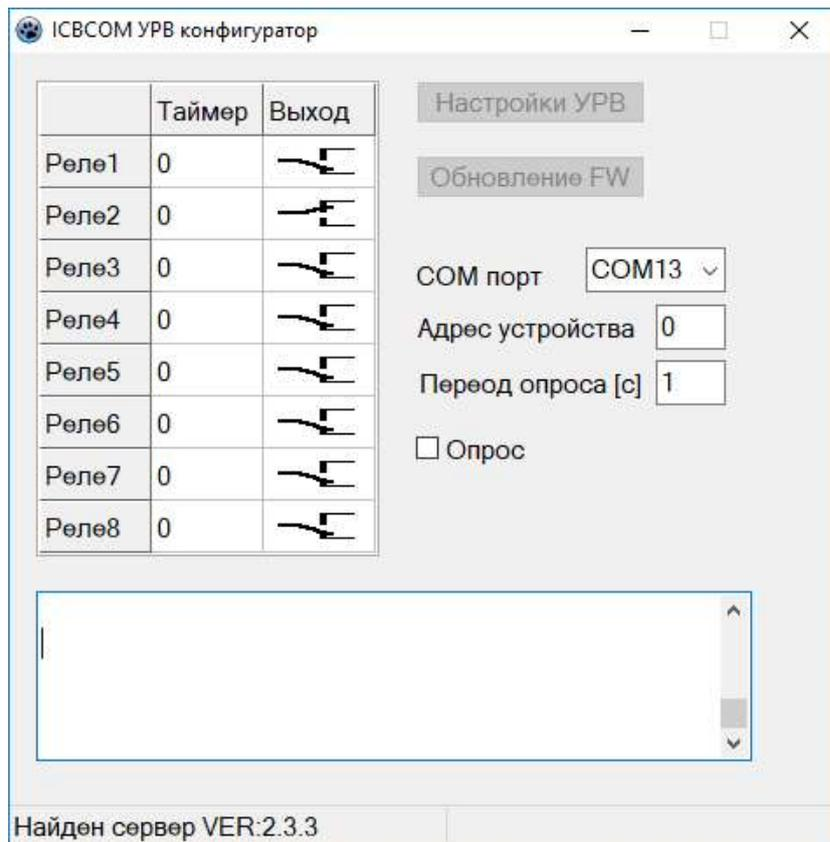
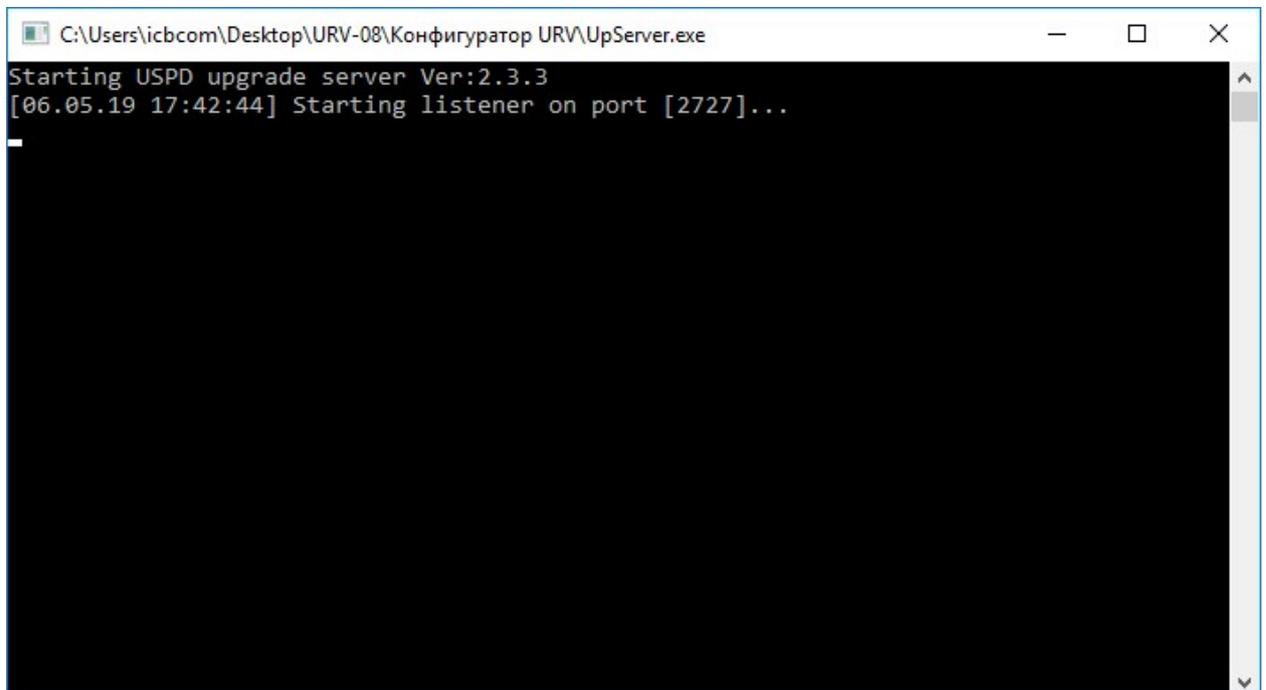

Рисунок 3 - Окно конфигуратора УРВ
Рисунок 4 - Окно программы UpServer
3. Запустить конфигуратор УРВ (URV.exe) и приложение UpServer.exe (рисунок 3 и рисунок 4).